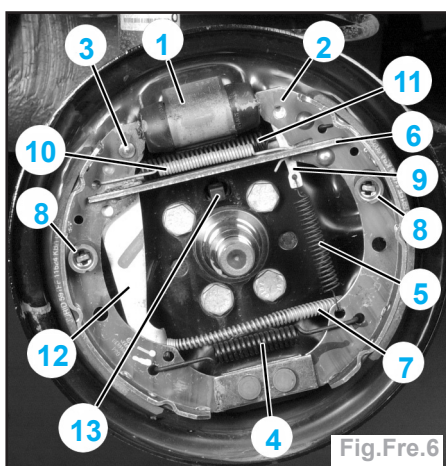

Fig.Fre.6
- les coupelles (8) et les ressorts de maintien latéral des épingles avec une pince universelle (Fig.Fre.6).
- Extraire le ressort de rappel inférieur (4).
- Décrocher le câble (7) de frein de stationnement du levier de frein.
- le ressort de rattrapage (5) de la barrette de rattrapage de jeu (9) et le ressort de rappel supérieur (10) avec une pince à ressorts,
- le ressort d'appui (11) à l'aide d'une pince à ressorts et retirer l'ensemble de rattrapage des segments.